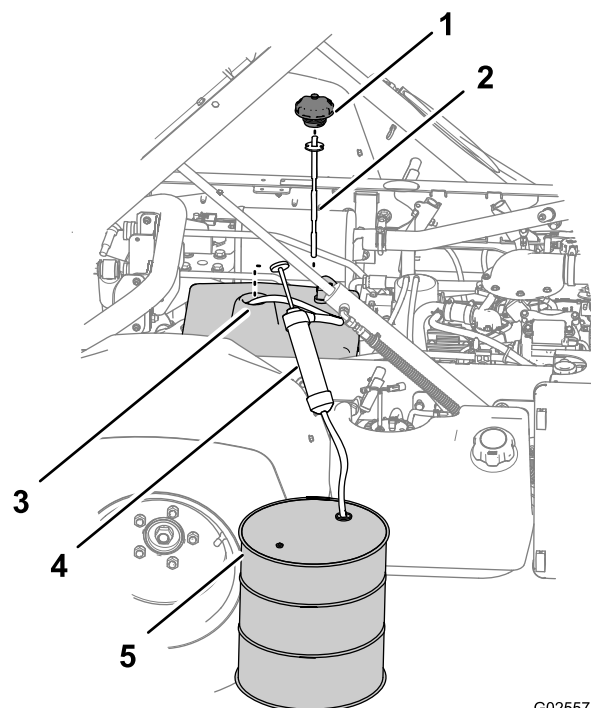

図 91
3. タンクの補給口についているディップスティックとキャップを外す 図 91。
4. サイホンに吸い込みホースを接続し、ホースを油圧タンクの補給口からタンク内部に入れ、タンクの底まで送りこむ 図 91。
5. 吸い込みホースの端を回収容器に入れる 図 91、回収容器は、12 リットルのオイルを回収できる大きさが必要である非TC モデル。ハイフロー油圧キットオプションを搭載している非TC モデルや TC モデルの場合には、20 リットルのオイルを回収できるだけの大きさが必要である。
7. 抜き取りを終了したら、タンクからサイホンを取り外す 図 91。
- 油圧オイルタンクに油圧オイルを入れる。油量は非 TC モデルの場合には 7.5 リットル、ただしオプションのハイフロー油圧キットを取り付けている非 TC モデルの場合や TC モデルの場合は 15.1 リットルである 図 91。
- 油圧オイルタンクの補給口にディップスティックとキャップを取り付ける 図 91。